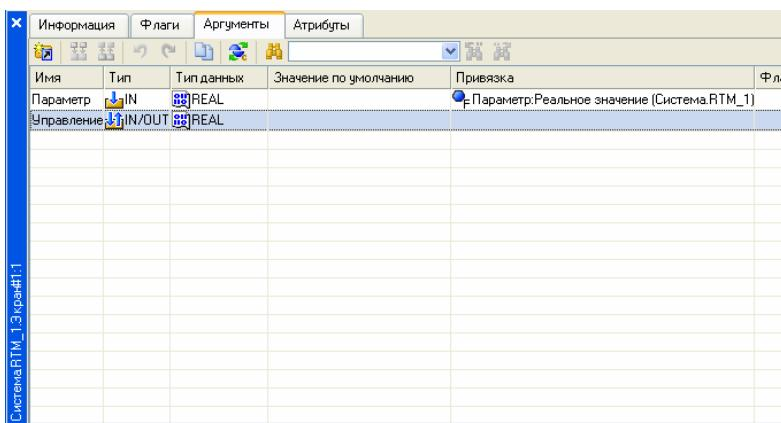

Рис. 4.8
4.4.4.2. По натисненню ПК викликати через контекстне меню властивості компоненту **Экран#1** (рис. 4.8).